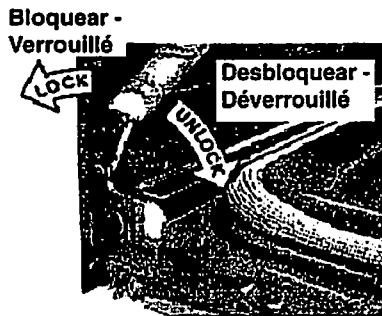

Fig. 2
2. Pull the door hinge locks on both left and right door hinges down from the oven frame completely towards the oven door (See Fig. 2). A tool such as a small flat-blade screwdriver may be required.
4. Push the door hinge locks up towards and into the oven frame on both left and right oven door hinges (See Fig. 2) to the locked position.
2. Tire de los bloqueos de ambas bisagras (izquierda y derecha) hacia abajo desde el marco del horno completamente hacia la puerta del horno (vea la Fig. 2). Es posible que necesite una herramienta como un destornillador pequeño de cabeza plana.
4. Empuje los bloqueos de las bisagras izquierda y derecha hacia arriba y hacia el interior del marco del horno (vea la Fig. 2) a su posición bloqueada.
2. Tirez les loquets de charnière de chaque côté (droite et gauche) de l'encadrement du four vers la porte (voir la Fig. 2). Il est possible qu'un petit tournevis à tête plate soit nécessaire pour cette étape.
4. Soulevez les loquets des charnières de chaque côté (droite et gauche) de la porte du four vers l'encadrement de la cuisinière à la position verrouillée (voir la Fig. 2).